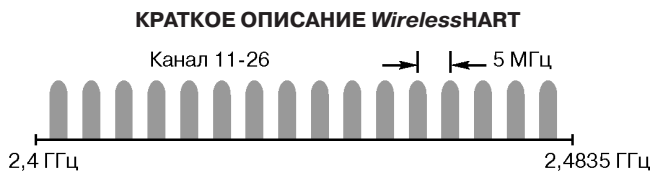

Рис.3.
- **Диапазон частот IMS 2,4 ГГц, разделенный на 15 радиоканалов** (см.рис.3)